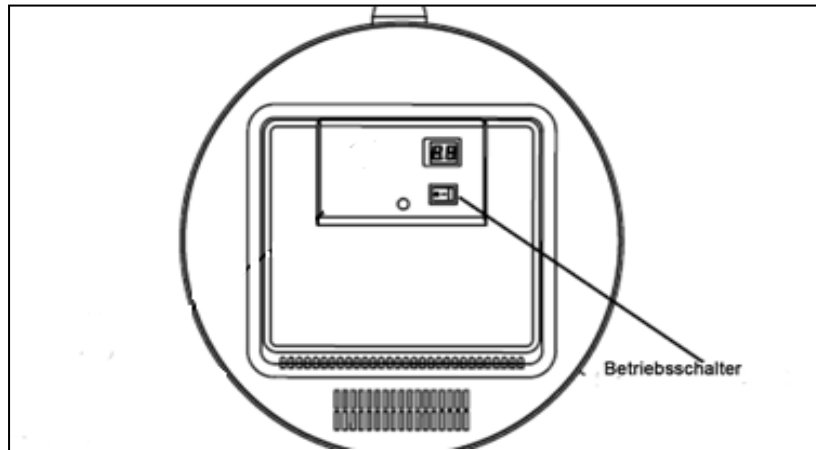

Abb. 9
3. Stellen Sie das Gerät auf das Fahrgestell und befestigen es mit jeweils zwei Schrauben (60 mm) und Muttern pro Seite, Abb. 9.
Die Leuchtanzeige leuchtet auf, der Heizer startet - s. Abb. 9.